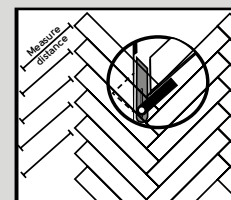

Fig. 9
10. La coupe et la pose des lames contre les murs se font comme suit : mesurez et marquez les lames comme indiqué sur le schéma. L'angle du mur peut être déterminé à l'aide d'un viseur d'angle (voir ci-dessous) (Figure 9).